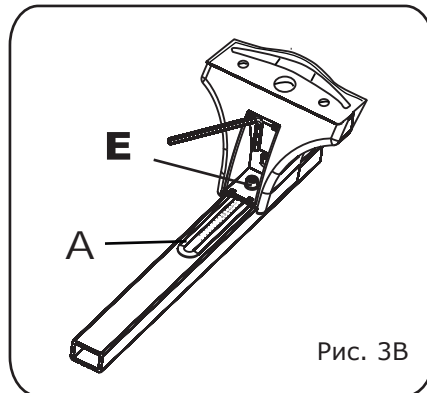

Рис. 3В
5. Соедините опору багажника с заранее подготовленной (см п. 1, п. 2 на стр. 1), поперечиной (см. рис. 3А) так, чтобы закладная гайка (D) оказалась внутри поперечины.